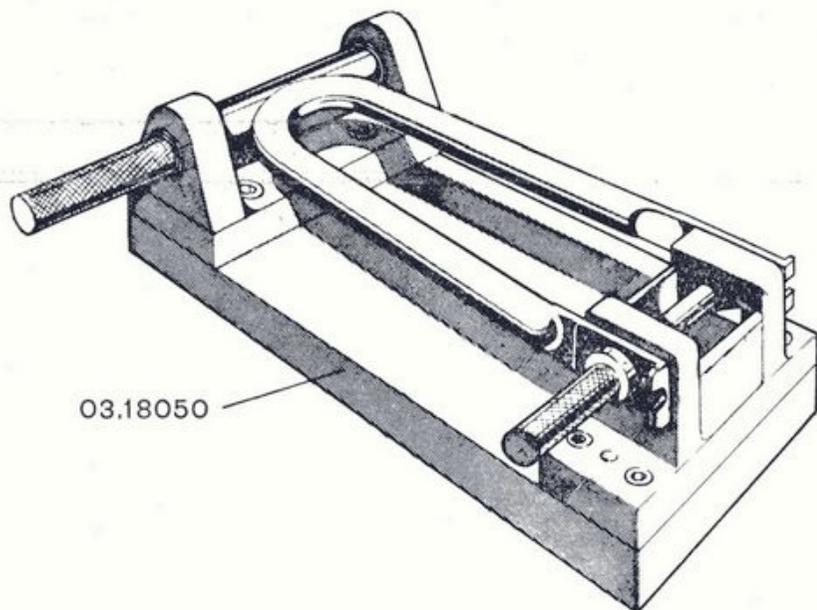

Fig. 111 - Dima controllo forcella posteriore
1) Per la rimessa in squadra vale quanto è stato detto per il telaio (fig. 111).